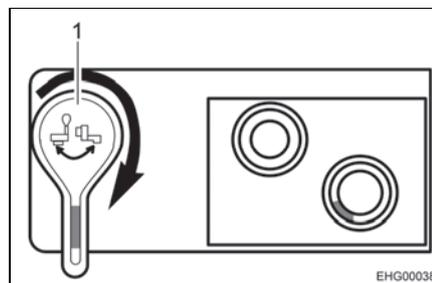

Fig. 83 Llave de desagüe, abierta
- Abrir la llave de desagüe. Para ello, girar la palanca de la llave de desagüe 90° en sentido de las agujas del reloj (véase Fig. 83,1).